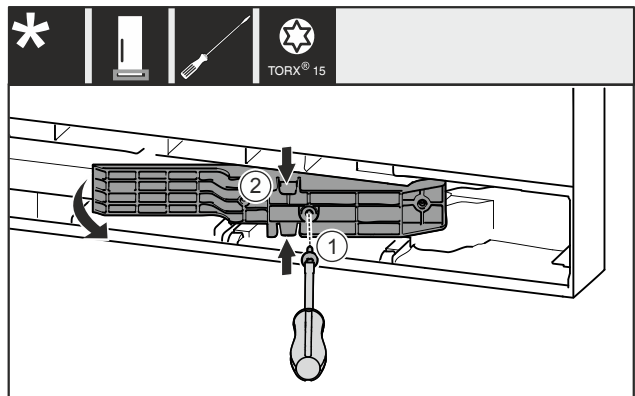

Fig. 12 *
- Schroef Fig. 12 (1) verwijderen.*
- Adapterstuk Fig. 12 (2) boven en onder iets samendrukken en eruit trekken.*